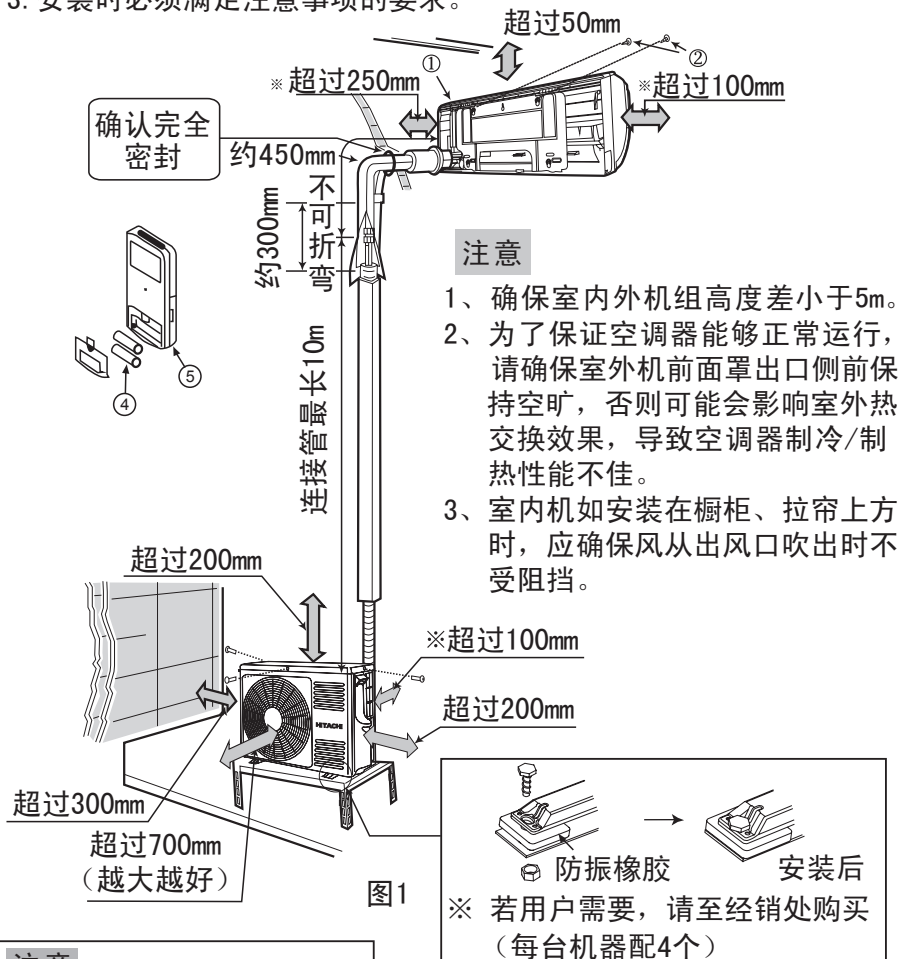

图1
1. 示意图1是连接配管安装成形。
2. 根据总装示意图1结合对应附件按要求牢固安装。
（1）为了便于修理，室内机组旁边应如图1般保留空间。
（1）室外机组的安装必须保留大于如图1所示距离，并尽可能远离障碍物，避免障碍物妨碍通风系统。